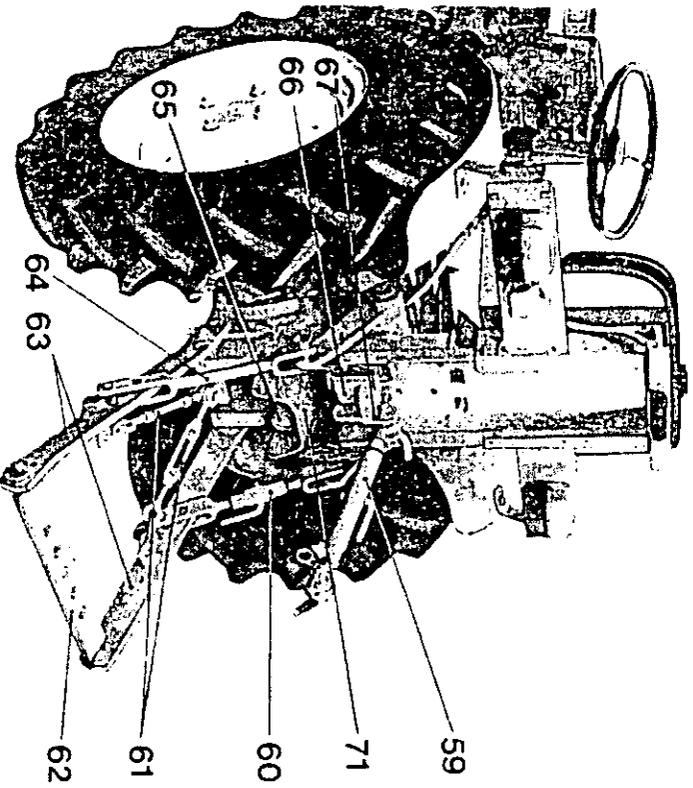

Abb.16
**Hinweis:** Zum Anbau der Anbaugeräte Type 3083/11 bis 17, Type 3003-6, Type 3003 und des Grundr. mit hydr. Breitenverstellung muß der Zapfwellenschutz (71 Abb. 16) abgebaut werden. Lt. UVV muß dieser nach Abbau der Geräte wieder an die Maschine angebaut werden.